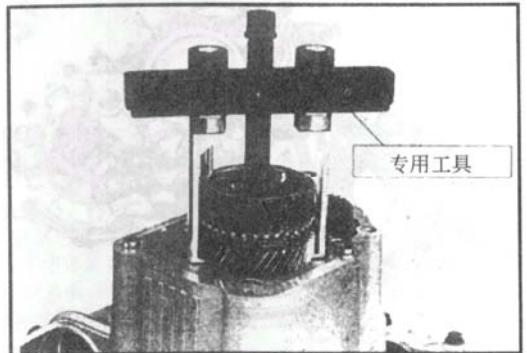

图 4-21 拆卸变速器 (十二)
(12) 拆下五档主动齿轮及其同步器总成, 如图 4-21 所示。如果有必要, 可以使用专用工具。